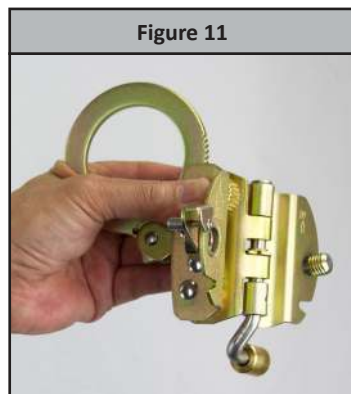

Figure 11
Étape 4: Montez l'anneau pour rétracter l'assemblage de cames. Voir figure 11. Placez la corde de secours verticale sur le canal prévu à cet effet.